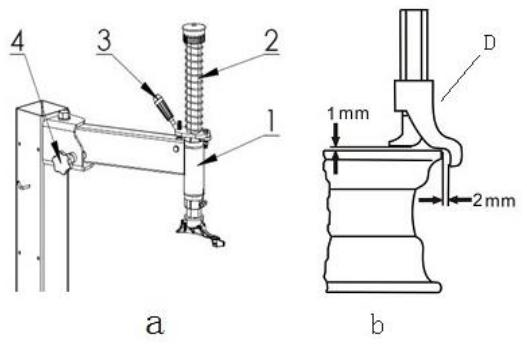

Fig. 16
- Ontgrendel de verticale arm (2, fig. 16a) door de arreteerhendel (3, fig.16) naar u toe te trekken.